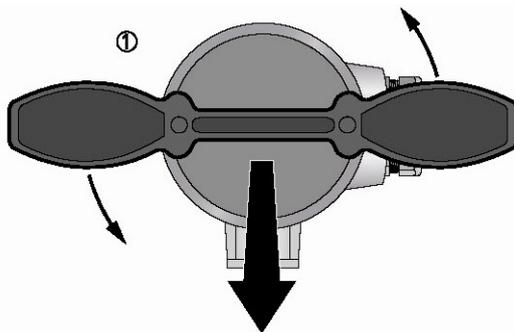

Рисунок 2 - Снятие крышки конвертера с помощью специального ключа
**10.2.4** Подключение к сети электропитания и подключение аналогового и импульсного выходов выполнить, как указано ниже, вывернув крышку клеммного отсека с помощью ключа (см. рис.2). С кабельного ввода отвернуть нажимной элемент и вынуть заглушку. Нажимной элемент надеть на кабель, ввести кабель в отверстие проходника. Произвести подключение жил кабеля к соединительным контактным зажимам. Произвести уплотнение кабеля в кабельном вводе затяжкой нажимного элемента, следя за